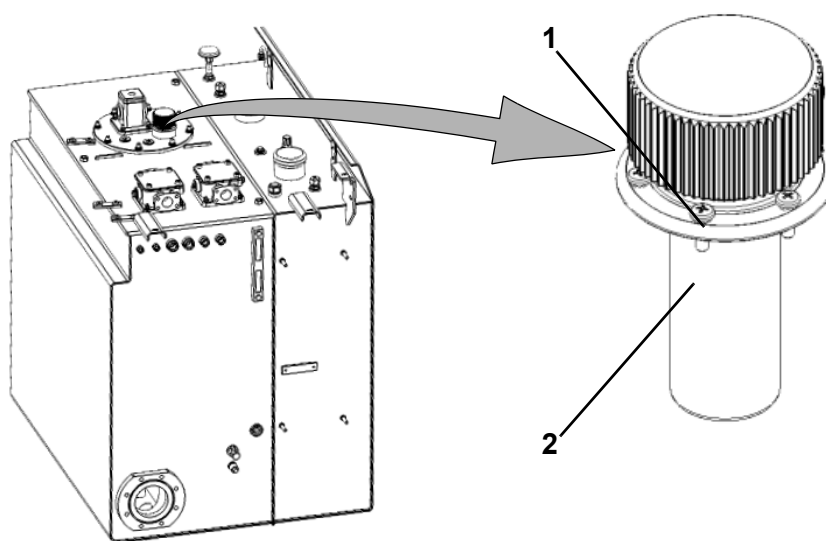

Fig. 228 Posição do filtro de aeração
| 1 | Desaparafuse os parafusos (1) na Fig. 228 do filtro de aeração. |
| 2 | Puxe para fora o filtro de aeração (2) na Fig. 228 e descarte-o como resíduo perigoso. |
| 3 | Insira um novo filtro de aeração (2) na Fig. 228. |
| 4 | Aperte os parafusos (1) na Fig. 228. |